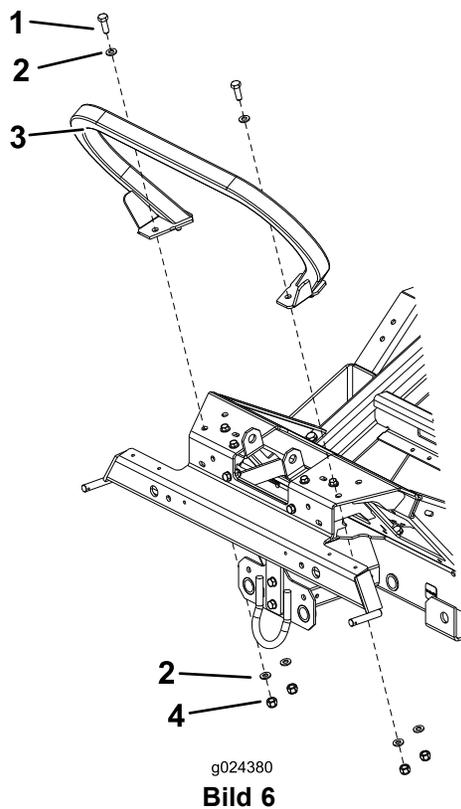

Bild 6
2. Befestigen Sie den vorderen Haltering mit zwei Schrauben (M12 x 35), sechs Scheiben und vier Muttern (M12) am vorderen Chassis (Bild 6). Ziehen Sie alle Befestigungen an.